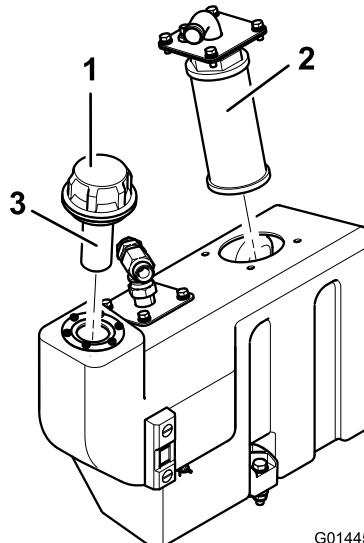

Figure 76
1. Enlevez la bride d'aspiration du réservoir d'huile pour accéder à la crêpine d'aspiration (Figure 76).
2. Dévissez et déposez la crêpine et nettoyez-la avec de la paraffine ou de l'essence avant de la reposer (Figure 76).